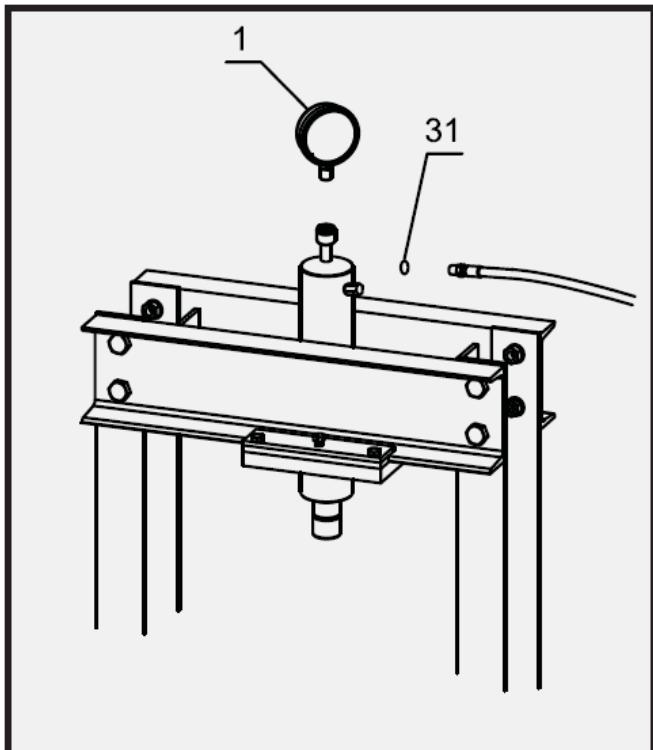

Рис. 6
7. Закрепите манометр (1) и шланг на силовом цилиндре, установив уплотнительное кольцо (31). См. рис.6.
**Замечание:** для настройки и регулировки разместите опорные пальцы на несколько отверстий вниз от верхних отверстий в опорах, чтобы иметь свободное пространство для установки стола пресса (15). Регулировку положения стола можно выполнить после сборки пресса.